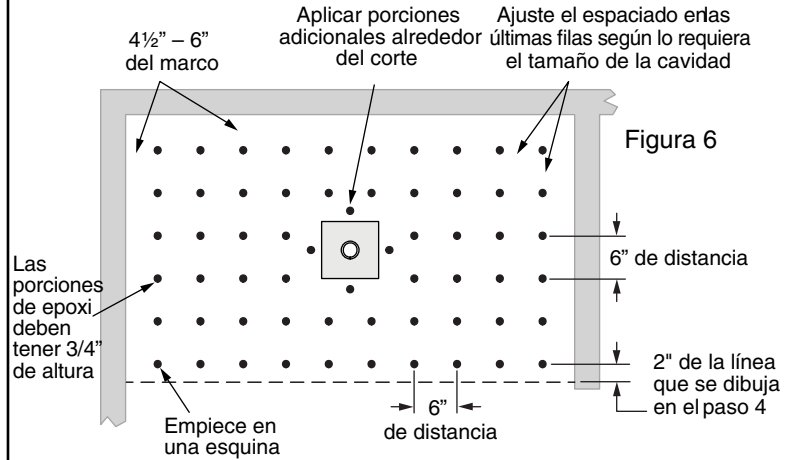

Figura 6
- 5** Barra el contrapiso y elimine todos los residuos de la cavidad y de la parte inferior de la unidad para que la resina epóxica suministrada se adhiera correctamente. El piso puede estar húmedo pero no debe haber agua estancada. La Figura 6 muestra el patrón de epoxi necesario para la instalación.